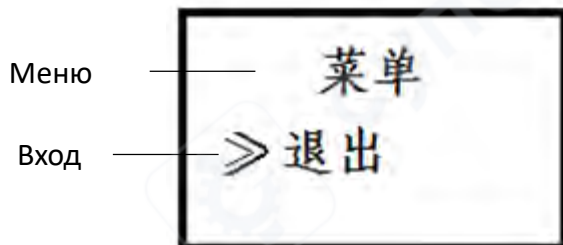

Рис. 6
- Нажмите кнопку "⏏", чтобы войти в режим просмотра данных. В этом режиме можно проверить точки тревоги по каждому каналу, записи концентрации тревог по каждому каналу и другие параметры. Продолжайте нажимать "⏏", пока не появится надпись "Выход". Затем нажмите кнопку "⏏", чтобы вернуться в режим нормального мониторинга (см. рисунок 6).